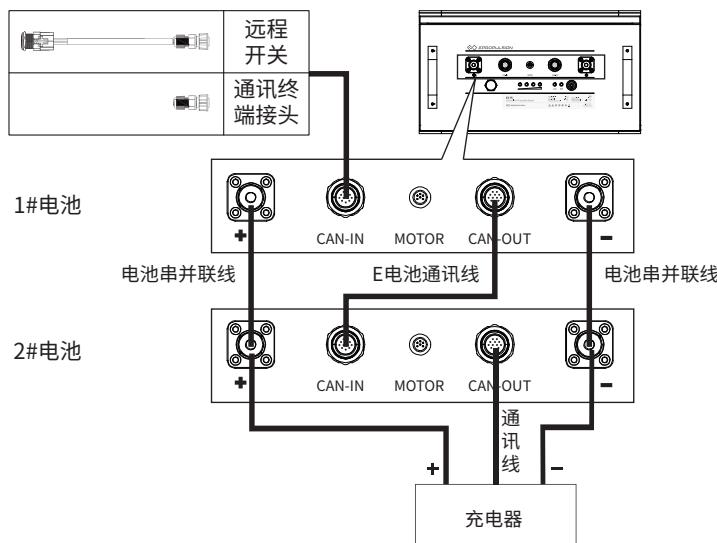

图2-7
**⚠ 给并联的电池充电时，充电器与未连接CAN-OUT接口的电池（参考图2-7中的2#电池）连接。**